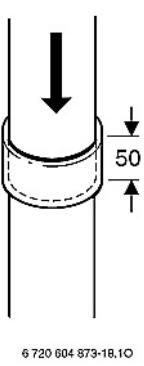

Fig. 19
- ▶ Duw de rookgasbuizen vast tot de aanslag (hier: 50 mm diep). (fig. 19)
- ▶ Pousser les accessoires des gaz brûlés jusqu'à l'appui (ici: 50 mm de profondeur de l'emboîtement). (fig. 19)